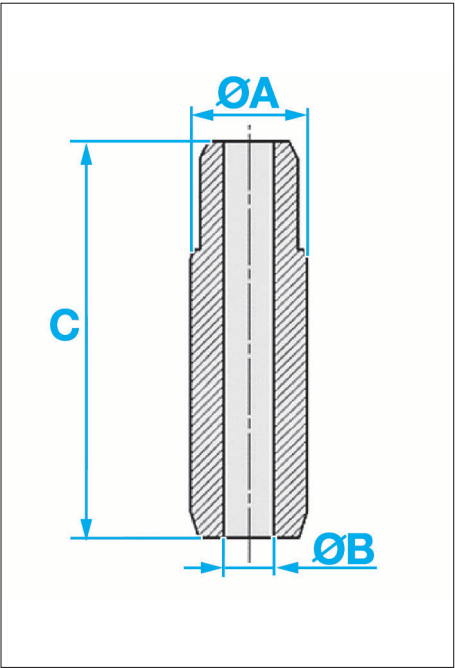

FIG. 7
\varnothing extérieur (A) (mm) (Fig.7) :